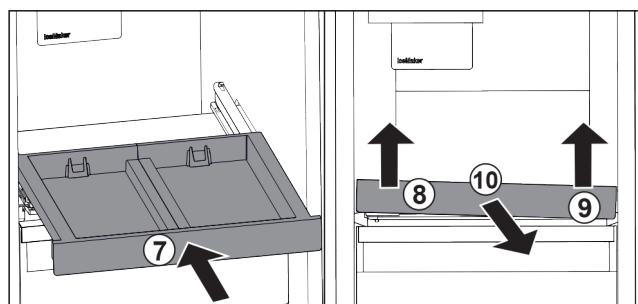

Fig. 91
- ▶ Zasuňte vysouvací přihrádku. Fig. 91 (7)
- ▶ Vysouvací přihrádku vpředu vlevo nadzvedněte. Fig. 91 (8)
- ▶ Vysouvací přihrádku vpředu vpravo nadzvedněte. Fig. 91 (9)
- ▶ Odeberte vysouvací přihrádku směrem dopředu. Fig. 91 (10)